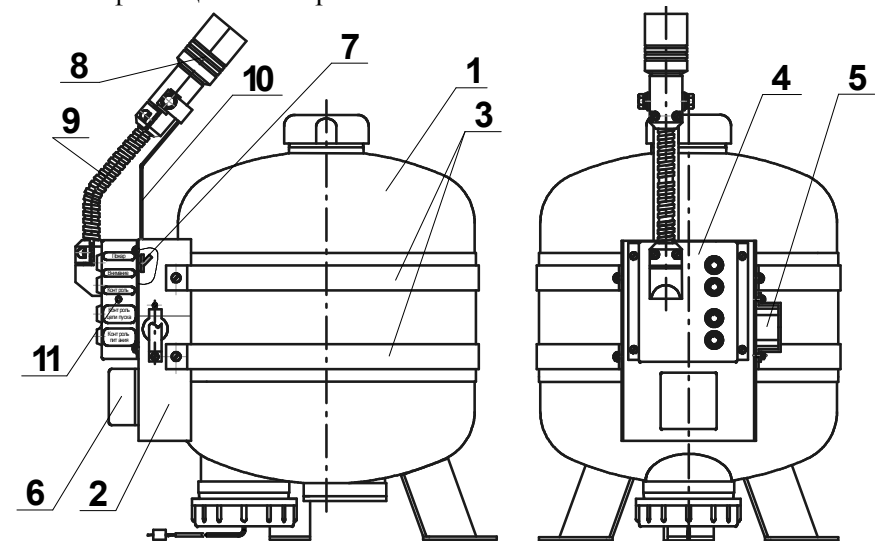

Рисунок 2
6.5.2 Снять крышку с клеммной коробки, убедиться, что пусковая цепь УДП не подключена к цепи элемента электропускового. Перевести тумблер «Вкл» (см. рисунок 2) на задней поверхности электронного блока УДП в положение «Вкл». Нажать кнопку «Контроль» на боковой поверхности УДП. (Для исключения случайного нажатия кнопка «Контроль» утоплена. Для нажатия использовать отвертку или карандаш.) Убедиться, что индикатор «Контроль питания» имеет зеленое свечение. Если индикатор «Контроль питания» имеет красное свечение, произвести замену двух батарей Sonnenschein SL-360/S STD AA 2.3Ah 3.6V в блоке питания. Выполнить требования п.п. 2.2.3...2.2.7 «Руководства по эксплуатации на УДП «Пульсар 31». Снять легко сгорающую перемычку.
На корпусе 1 МПП (см. рисунок 2) установлено устройство детекторно-пусковое (УДП) автономное «Пульсар 31-2», состоящее из крепежного основания 2, закрепленного к модулю при помощи хомутов 3, электронного блока 4, блока питания 5, клеммной коробки 6, тумблера 7, выносного оптического элемента 8, вынесенного на электрическом кабеле в металлорукаве 9. Выносной оптический элемент крепится на кронштейне 10. На боковой поверхности электронного блока УДП находится кнопка без фиксации «Контроль» 11.